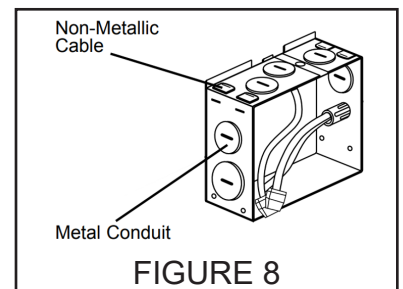

FIGURE 8
Step 2. Remove wiring box cover. Remove the appropriate knock-out(s) to accommodate the type of electrical service to be used/ allowed by your local electrical code (Fig. 8): Metal Conduit. Remove appropriate round knock-out(s) and connect conduit to wiring box with proper connectors (not supplied.) Non-Metallic Cable. Remove appropriate knock-out(s) from top of wiring box and insert cable, pushing it past the cable grip. No other connector is required.
Paso 2. Retire la cubierta de la caja de cableado. Retire el(los) orificio(s) troquelado(s) apropiado(s) para adaptarse al tipo de servicio eléctrico que utilice/permita su código eléctrico local (Fig. 8): Conducto de metal. Retire el(los) orificio(s) troquelado(s) redondo(s) apropiado(s) y conecte el conducto a la caja de cableado con los conectores adecuados (no suministrados). Cable no metálico. Retire los orificios troquelados apropiados de la parte superior de la caja de cableado e inserte el cable, empujándolo más allá del agarre del cable. No se requiere ningún otro conector.
Étape 2. Retirer le couvercle du boîtier de câblage. Retirer la ou les entrées défonçables appropriées selon le type de service électrique à utiliser/autorisé par votre code électrique local (Fig. 8) : Conduit en métal. Retirer la ou les entrées défonçables nécessaires et raccorder le conduit à la boîte de câblage avec les connecteurs adaptés (non fournis). Câble non métallique. Retirer les entrées défonçables appropriées sur le haut de la boîte de raccordement et insérer le câble, en le poussant au-delà de la pince. Aucun autre connecteur n'est requis.